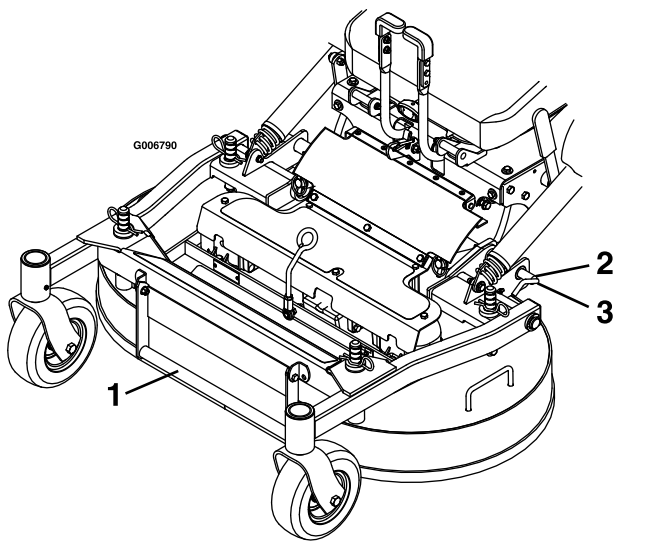

Bild 11
5. Lösen Sie die Arretierbolzen an beiden Seiten des Mähwerks (**Bild 11**).
4. Drücken Sie die Arretierbolzen des Mähwerks hinein und drehen sie nach vorne, um das Mähwerk in der abgesenkten Stellung zu arretieren (Bild 11).